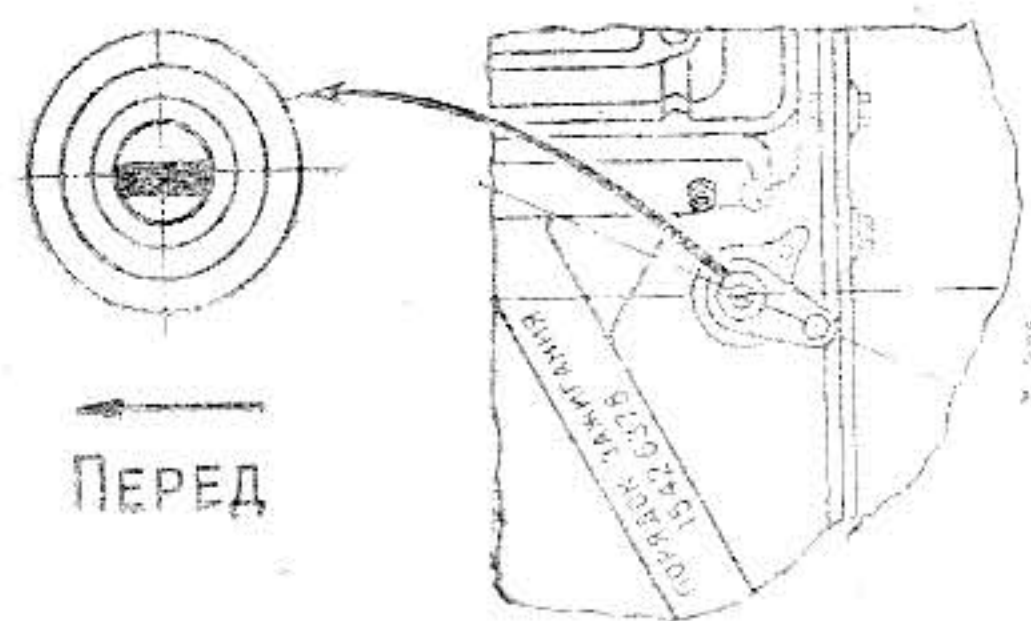

Рис. 60 Установка привода датчика-распределителя
2. Вставить привод датчика-распределителя в отверстие блока так, чтобы прорезь в валике привода была направлена вдоль оси двигателя и смещена влево, считая по ходу автомобиля (рис. 60).
3. Закрепить корпус привода держателем и гайкой так, чтобы кронштейн с резьбовым отверстием, имеющийся на корпусе привода, был направлен назад (считая по ходу автомобиля) и повернут примерно на 23° влево от продольной оси двигателя, как указано на рис. 60.